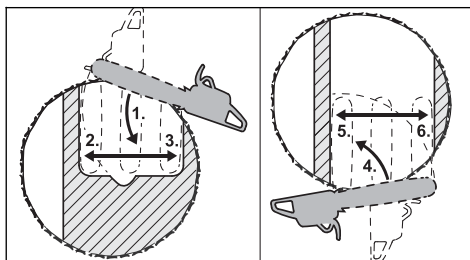

Рис. 28
- Вершина направляющей шины перед недопилом входит в дерево (рис. 28, поз. 1) – вести мотопилу абсолютно горизонтально и отводить как можно дальше
- Сформировать основной пропил до недопила (рис. 28, поз. 2)
- Основной пропил сформировать до защитного ремня (рис. 28, поз. 3)
- Вершина направляющей шины перед удерживающим ремнем входит в дерево (рис. 28, поз. 4)
- Сформировать основной пропил до недопила (рис. 28, поз. 5)
- Основной пропил сформировать до защитного ремня (рис. 28, поз. 6)